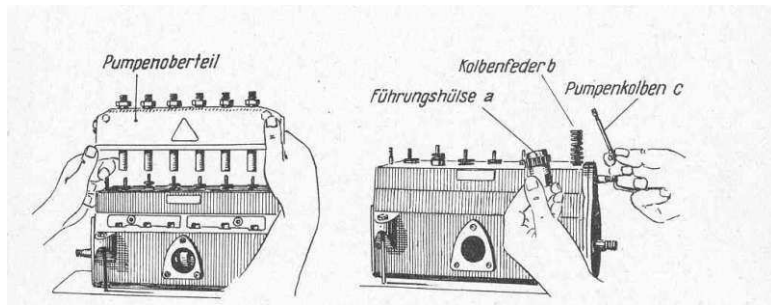

Bild 7 Das Pumpenoberteil wird langsam, gerade nach oben abgezogen (links) und die Pumpenkolben herausgezogen (rechts)
3. Die Führungshülsen a , die Kolbenfeder b und den Pumpenkolben c mit der Unterlegscheibe herausnehmen (Bild 7) Auch hier müssen alle Teile zylinderweise so abgelegt werden, wie bei der Auseinandernahme der Bosch Pumpe. Die Pumpenkolben müssen in sauberem Petroleum oder Diesel abgelagert werden.